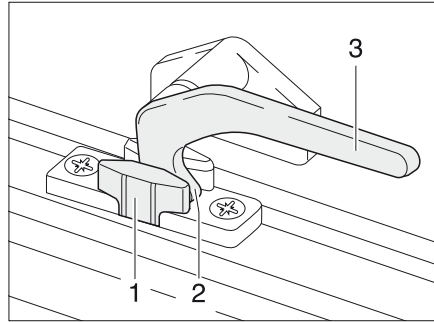
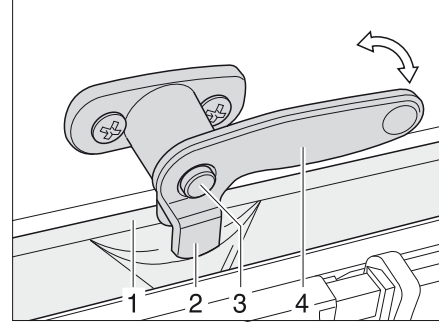

Bild 73 Låsarm i läget "Kontinuerlig vädring"
Bild 74 Låsarm med låsknapp i läget "Kontinuerlig vädring"
- I läget "Kontinuerlig vädring" (Bild 73)
- Tryck på låsknappen (Bild 74,3) om sådan finns och håll den nedtryckt.
- Sväng låsarmen (Bild 73,3) resp. Bild 74,4) ett kvarts varv mot fönstrets mitt.
- Vrid tillbaka låsarmen. Därvid måste låsspaken (Bild 73,2 resp. Bild 74,2) föras in i spåret på fönsterlåset (Bild 73,1 resp. Bild 74,1).